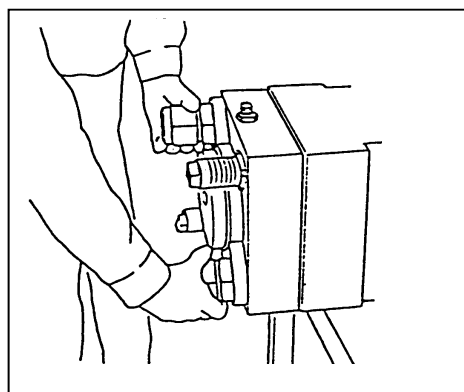

Fig.15
18. Installeer twee top nuts in diagonale positie, en draai deze handvast aan. (Fig. 15)